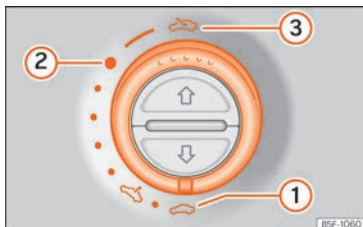

Fig. 110 Dans le ciel de pavillon : tourner la commande pour ouvrir et fermer.
- Ouvrir : tournez la commande vers la position » fig. 110 ③.
- Position de confort : tournez la commande vers la position » fig. 110 ②.
- Fermer : tournez la commande vers la position » fig. 110 ①.
- La commande » fig. 110 doit être en position « fermée » ①.